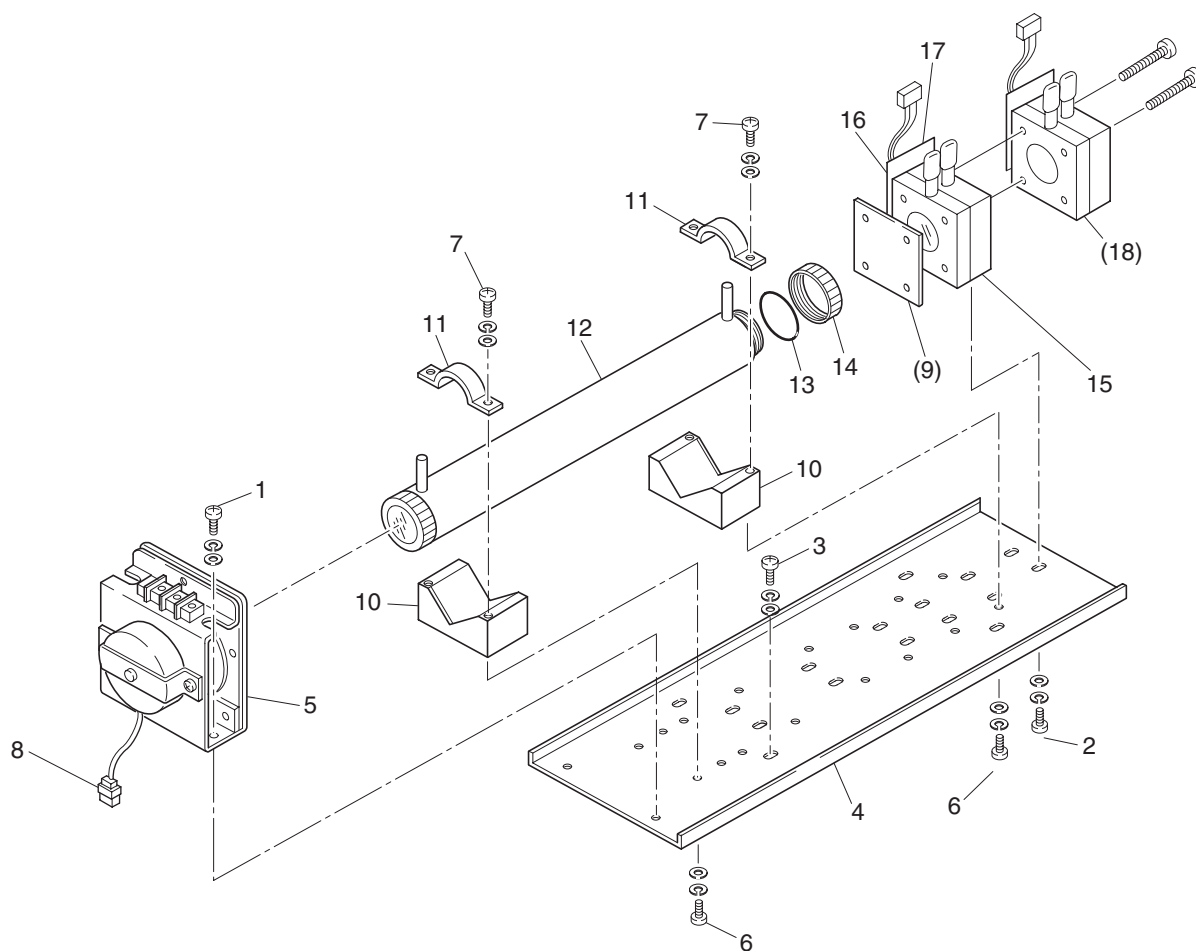

図 7-1 測定部の構成 (パイプセル)
二成分分析計においては両方のセルが光学系に含まれている場合がありますが，そのときは，まずパイプセル，次にブロックセルという順序で外してください（図7-1参照）。
（1）パイプセルの外し方（図7-1参照）
- ①測定ガスを止めます。有毒なガスが含まれているときは，ゼロガスで測定セル内を十分にパージしてください。
- ②電源スイッチを切ってください。
- ③前面パネルのねじをゆるめて，内ケースを引き出してください。
- ④試料セルに接続されている配管を外します。
- ⑤パイプセルを固定しているセル押さえ（図7-1のNo.11）のねじ（図7-1のNo.7）を緩め外します。
- ⑥セルを測定部ユニットから取り外し両側の窓（図7-1のNo.14）を回して外してください。窓は右ねじになっています。
- ⑦組立ては分解と全く逆の順序で行ってください。赤外線光源ユニットとセル，セルと検出器の間は0.5mm隙間を開けて組み立ててください。